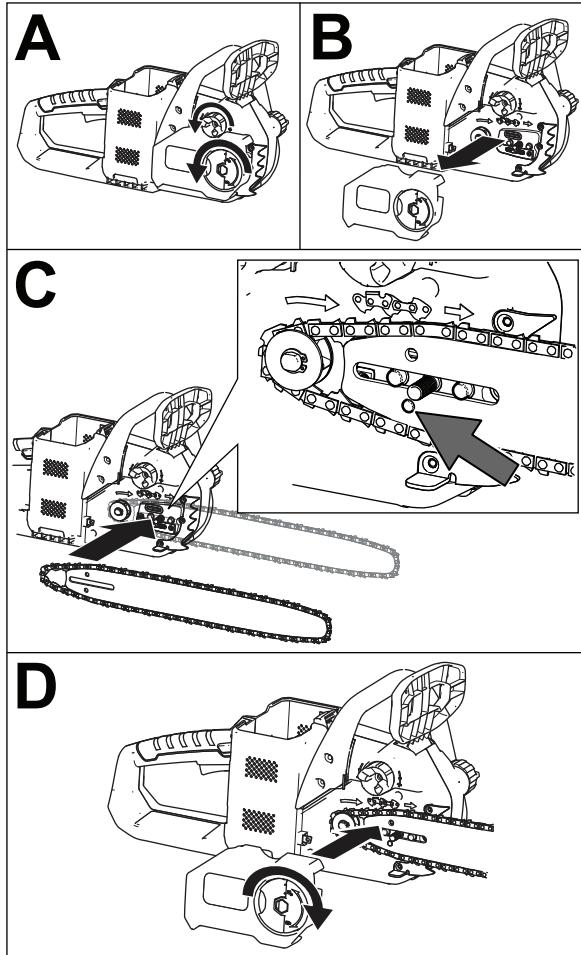

Figure 31
12. Placez la boucle ouverte de la chaîne (qui n'est pas sur le guide) autour du pignon d' entraînement de la tronçonneuse, puis montez le guide et la chaîne fixée en place comme montré à la Figure 31.
13. Remettez le couvercle et l'écrou à oreilles, mais ne serrez pas l'écrou à fond (Figure 31 D).